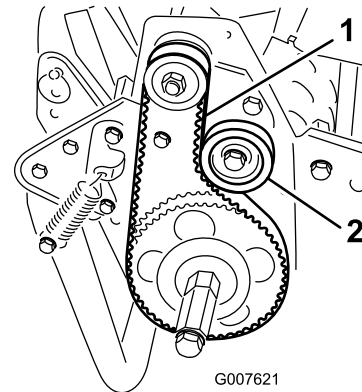

図 41
2. プーリ間の中央部（図 41）でベルトを 18-22 N (4-5 lbs = 1.8-2.2 kg) 程度の力で押して点検する。ベルトのたわみが 6 mm あれば適正とする。
- A. アイドラプーリ固定ナットをゆるめ、プーリをベルトの背に押しつけて、適当な張りを出す（図 41）。